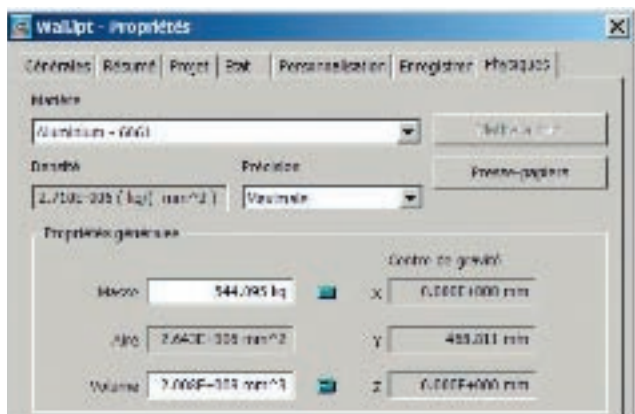

Figure 7 - Contrôle des propriétés de masse
- Le composant joue-t-il un rôle important dans le calcul de la masse, du volume et d'autres propriétés d'ingénierie de l'assemblage ? Si le centre de gravité ou les propriétés inertielles sont cruciales, il est possible que vous ayez à générer un modèle détaillé. Vous pouvez cependant contrôler manuellement la masse et le volume calculés d'une pièce ou d'un sous assemblage (Figure 7). Ces valeurs modifiées sont ensuite utilisées pour les calculs de masse et de volume dans tous les assemblages contenant des occurrences de ce composant.